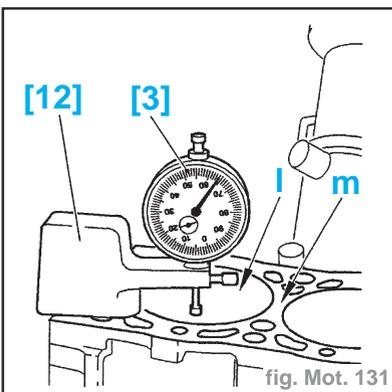

fig. Mot. 131
- Poser le support comparateur [12] (-). **0132-C** sur le carter-cylindres (fig. Mot. 131).